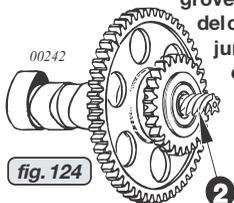

fig. 124
14.3) Transmisión del cuenta-revoluciones Ver fig. 124, 125 y 126.